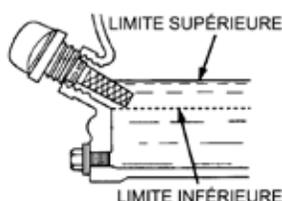

Figure 5. Jauge d'huile moteur (Niveau d'huile)
4. Si le niveau d'huile est bas (Figure 5), remplissez jusqu'au bord du trou de remplissage d'huile avec le type d'huile recommandé comme indiqué dans le Tableau 4. Voir le Tableau 2 pour connaître la capacité d'huile moteur maximale.